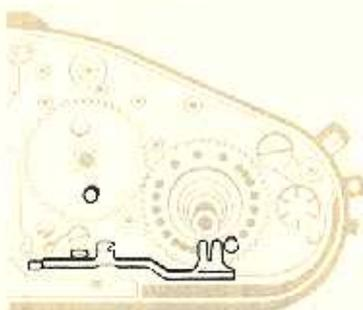

Abb. 6
- e) Aufzugsrad auf Vierkant der Aufzugsachse aufsetzen. Aufzugsfeder muß bei der Stellung des Aufzugsrades, die Abb. 6 zeigt, im aufgezogenen Zustand um ca. $\frac{1}{2}$ Umdrehung entspannt sein (Feder muß „atmen“, Niet beachten).
- f) Einstellrad 300.27 U 6, wie Abb. 6 zeigt, einsetzen (Niet beachten).